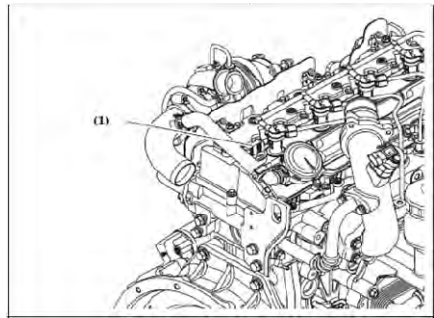

Рис. 5-4
1. Снимите крышку маслониливной горловины (Рис. 5-4,(1)) в верхней части двигателя.